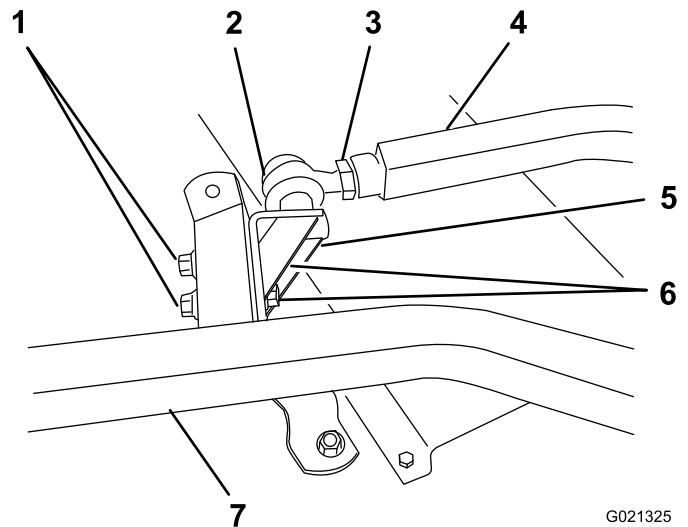

Figura 23
6. Peça ajuda a uma pessoa para pressionar o braço esquerdo enquanto remove os parafusos, anilhas chatas e porcas de bloqueio que prendem a rótula esférica ao braço da roda giratória da unidade de corte (Figura 23). O ajudante pode agora, cuidadosamente, permitir o movimento ascendente do braço, que gradualmente libertará os 68 kg de força da mola.
5. Peça a outra pessoa que pressione o braço esquerdo para baixo até que os furos da rótula esférica fiquem alinhados com os furos do braço da roda giratória (Figura 23). Deslize imediatamente um bloco de madeira de 10 x 10 cm entre a parte superior do braço e o lado inferior do chassis.